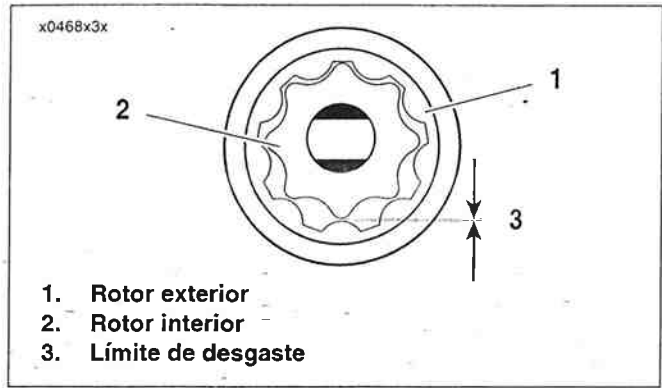

Figura 3-90. Límites de desgaste del rotor
2. Vea la Figura 3-90. Inspeccione ambos conjuntos de rotores para ver si tienen desgaste. Ajuste el contacto de las piezas de cada conjunto como se ilustra. Use una lámina calibradora para determinar la holgura.